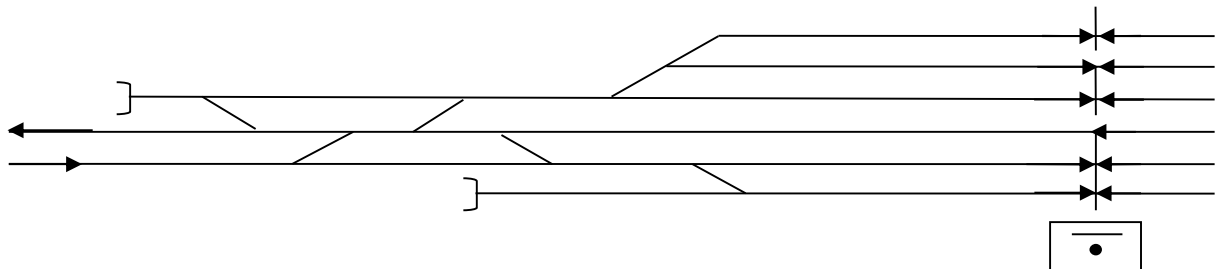

Рисунок 8
8. На схематическом плане четной горловины станции (рис. 8) пронумеруйте пути и стрелки, произведите расстановку изолирующих стыков, входных, выходных и маневровых светофоров. Составьте таблицу вариантных поездных маршрутов.